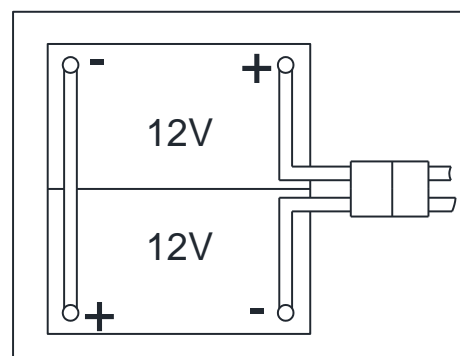

Figura 3
Pentru mașină sunt necesare 2 baterii de 12 V, conectate conform diagramei (Figura 3).
1. Deschideți capacul rezervorului de apă recuperată (1) și verificați ca rezervorul de apă recuperată (25) să fie gol; dacă nu este, goliți-l cu ajutorul furtunului de scurgere. (22)
2. Închideți capacul rezervorului de apă recuperată (1).
3. Răsturnați rezervorul de apă recuperată (25) cu atenție.
5. Pozați și instalați cablul bateriei ca în (Figura 3), apoi strângeți cu grijă piulița de la fiecare bornă a bateriei.
6. Puneți capacul de protecție pe fiecare bornă, apoi conectați conectorul bateriei (54).
7. Readuceți, cu grijă, pe poziție rezervorul de apă recuperată (25).